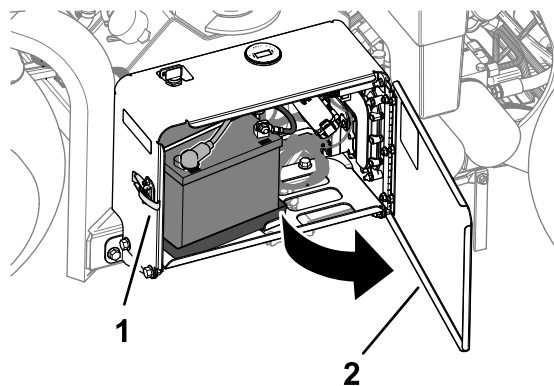

Figura 158
1. Destrancue e abra a porta do compartimento da bateria (Figura 158).